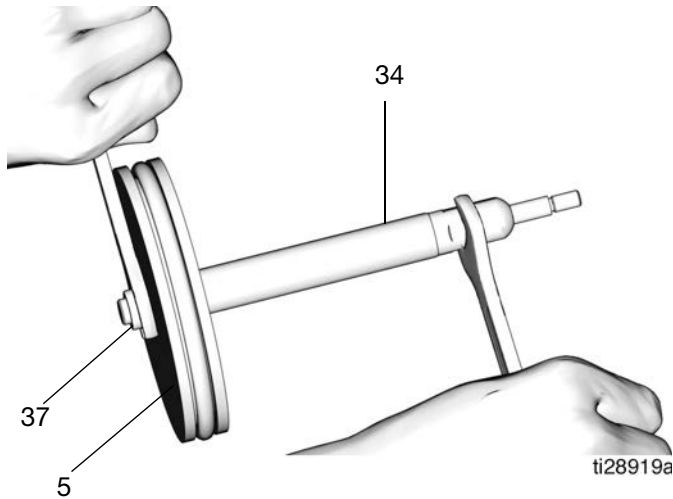

FIG. 22
- Separe el eje del pistón (34) y el pistón (5) utilizando dos llaves, trabajando en direcciones opuestas. Fije una llave en la parte plana del eje del pistón y con la otra llave afloje la tuerca (37) (FIG. 22).